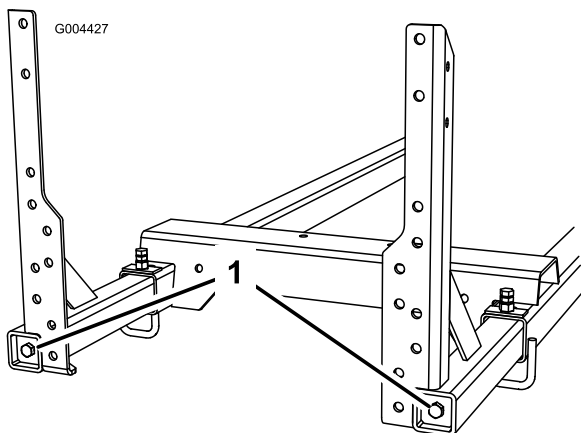

Figure 8
4. Serrez les boulons de cadre de rampe (Figure 8). Serrez les boulons à un couple de 91 à 113 Nm.